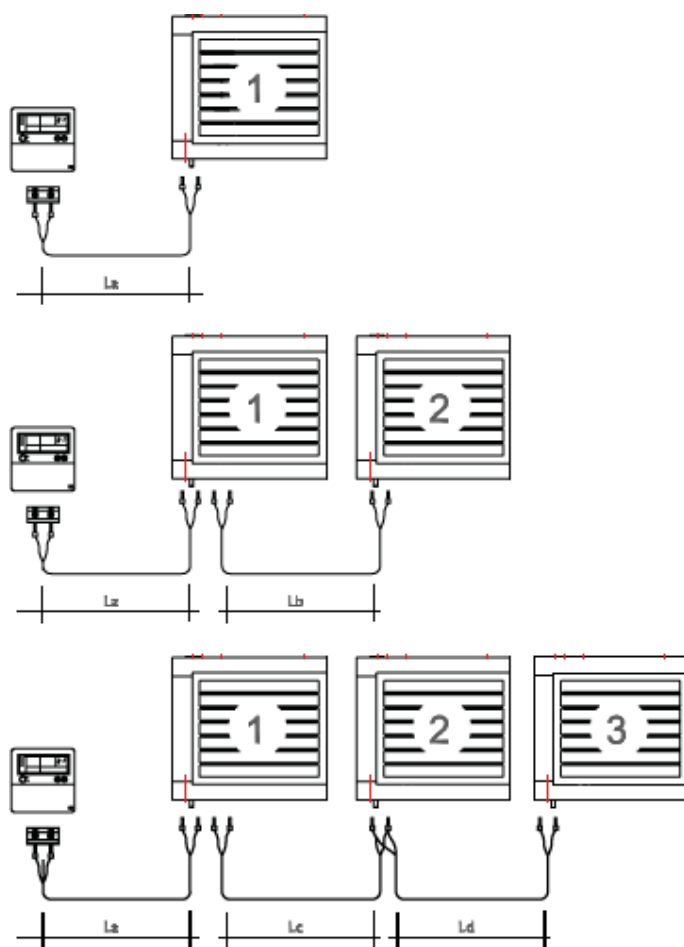

Fig.2.5
- Pour raccorder plusieurs appareils, voir fig.2.5 et 2.6 (page suivante)